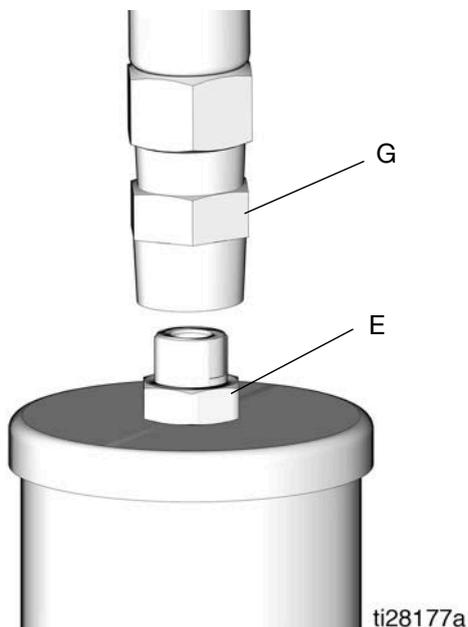

FIG. 6
3. Scollegare la linea di alimentazione del lubrificante (G) dall'uscita della pompa (E) (FIG. 6).
5. Far funzionare la pompa per alcune corse finché dall'uscita della pompa (E) non fuoriesce grasso privo di aria (FIG. 6).